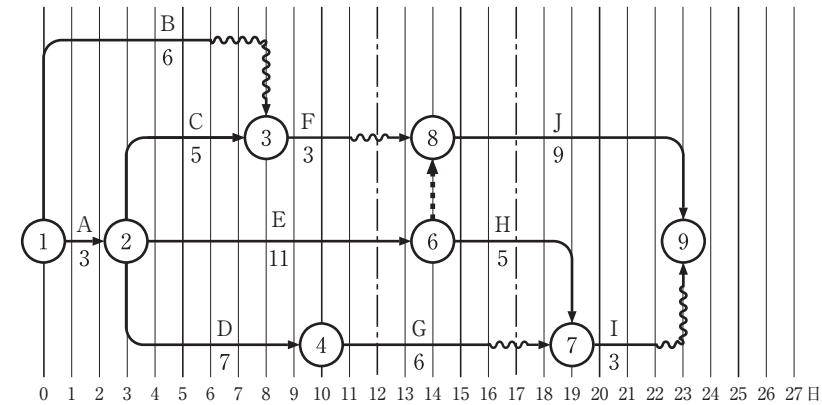

図 2
タイムスケールは、図 2 となる。
- (2) ① 作業 A～J のうち、工事開始から数えて 12 日目となる日が作業日となる作業は、図 2 より E、G である。
- ② 作業 A～J のうち、工事開始から数えて 17 日目となる日が作業日となる作業は、図 2 より H、J である。